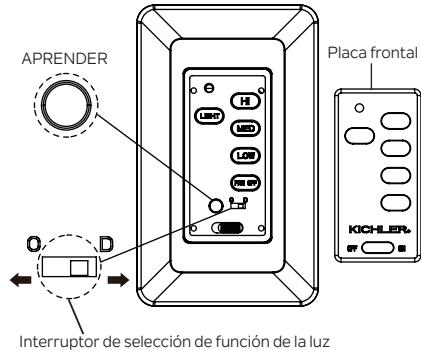

Figura 22
1. Utilice un destornillador plano pequeño y haga palanca con cuidado para separar la placa frontal de la parte superior del control de pared. (Figura 22)
## INTERRUPTOR DE SELECCIÓN DE FUNCIÓN DE LUZ (Figura 22)